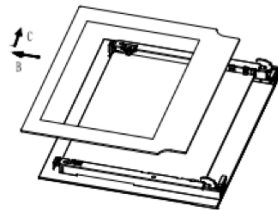

Fig.2
2. Saque el vidrio interno lentamente (Fig.2)